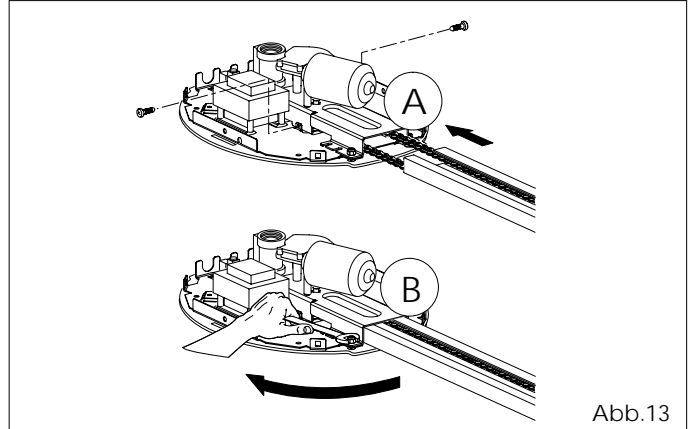

Abb.13
5.8 Das Motoraggregat wieder auf der Halterung auflegen und mit den selbstschneidenden Schrauben (Abb.13,Bez.A) befestigen. Den Längsträger entsprechend Abbildung 13 (Bez.A) bis zum Anschlag einfügen.
5.9 Das Motoraggregat mit Hilfe des eigenen Schlüssel (Abb.13 Bez.B) befestigen.